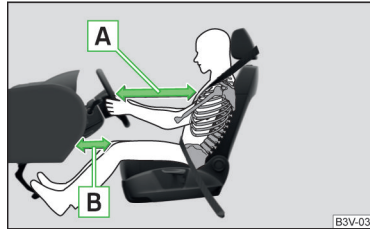

Fig. 21
- Il est important que le conducteur et le passager avant se tiennent à une distance minimum de 25 cm du volant et du tableau de bord » fig. 21 - **A**. Les airbags ne peuvent pas vous protéger si vous ne respectez pas cette distance - danger mortel ! Les sièges avant et les appuie-têtes doivent toujours être ajustés à la taille des personnes.
- Réglez le siège du conducteur en sens longitudinal de façon à ce que la distance entre les jambes et le tableau de bord à hauteur de l'airbag de protection des genoux soit de 6 cm au moins » fig. 21 - B. S'il n'est pas possible de remplir cette condition pour des raisons de taille corporelle, veuillez consulter un atelier spécialisé.